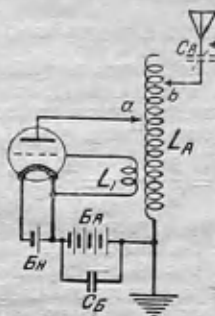

Рис. 3. Схема генератора, допускающая изменение волны (движок b) антенного контура и его сопротивления (движок a).
ветви, что и емкость. Тогда сопротивление контура будет выражаться более сложной формулой, чем приведенная раньше. Оно будет зависеть не только от общей величины самоиндукции контура, но и от положения ползушка (a) на катушке. Оставляя неизменными емкость и общую самоиндукцию контура, мы можем, стало быть, изменять в известных пределах сопротивление контура, передвигая ползунок по катушке и почти не меняя при этом волны. Такой способ изменения Z является очень удобным, когда мы имеем дело с антенной вместо конденсатора (рис. 3). Наша цель заключается в максимальном повышении дальности передачи. Опять-таки наибольшая мощность извлекается, когда сопротивление антенного контура (Z) приблизительно равно внутреннему сопротивлению лампы (R_i). Подбор годного сопротивления Z производится передвиганием ползушка по антенной катушке и лишь в крайнем случае — изменением емкости антенны, — вряд ли может кому-либо улыбнуться перспектива частой переделки антенны. В маломощных любительских передатчиках можно еще изменять и емкость, включая в антенну переменный конденсатор по схеме „Короткие волны“ (как показано на рис. 3 пунктиром, — в станциях большой мощности такой способ бывает подчас довольно затруднительным).
Рис. 3. Общий вид готового волномера со вставленной катушкой. У правого края ящика видны две пары гнезд для детектора и телефона (или для пищика и батареи). У левого края видны два гнезда для антенны и земли.